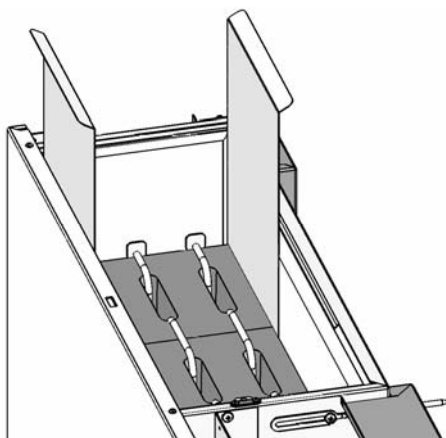

Fig.6
- 3** Insérez les briques creuses à l'aide des plaques guides fourni en commençant par les briques SP19, resp. SP29, puis les briques SP39, resp. SP40 (Fig.6). Vous trouverez les numéros et types des paquets de briques réfractaires dans le chapitre «caractéristiques techniques». Insérez les résistances dans les canaux des briques. Poussez les bouts des résistances jusqu'au milieu de l'appareil. Faites les pénétrer dans les trous des plaques isolantes de chaque côté de l'appareil. Poussez les résistances vers le bas de manière à ce que les éclisses se trouvent entre les briques et les plaques isolantes latérales. Placez les briques de couverture sur les résistances. Retirez les plaques guides.